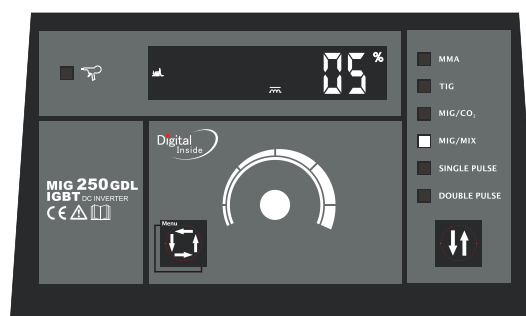

Рис.7 Тонкая регулировка индуктивности
- Нажмите кнопку «выбор данных» второй раз рис. 7 и Вы можете отрегулировать индуктивность в диапазоне $\pm 10\%$ от заданного значения